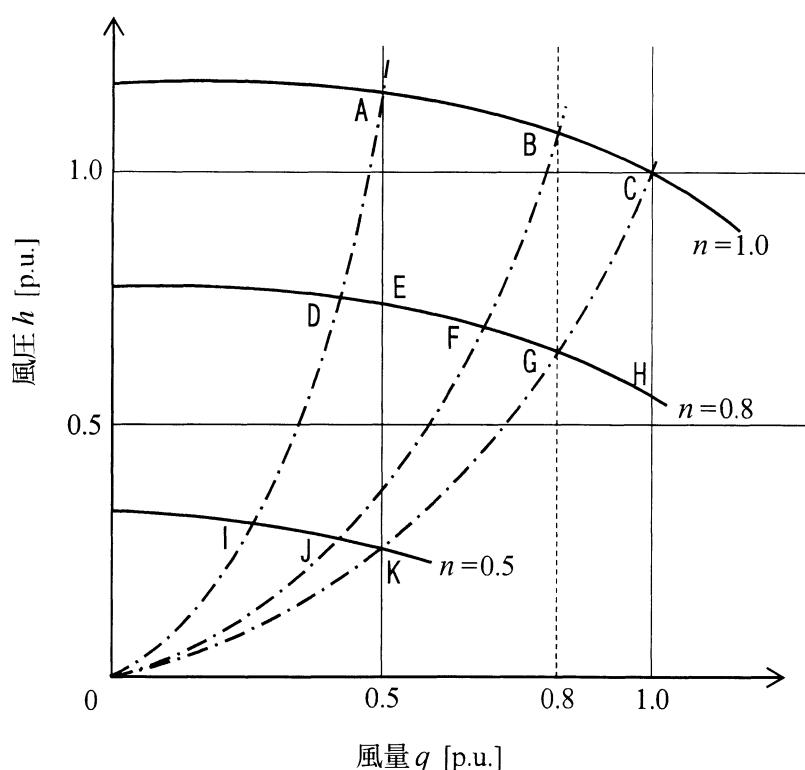

図2 送風機の風圧-風量特性、送風抵抗曲線
ここで、 $h$ は風圧、 $n$ は回転速度、 $q$ は風量、 $r$ は送風抵抗、 $\eta$ は送風機効率であり、いずれも送風機定格点での値で正規化した(p.u.で表した)ものである。図2に、①式及び②式で与えられる送風機の風圧-風量特性、及び送風抵抗曲線を表す。
吐き出しダンパを開度制御して定格風量の 80 % で運転する 10 時間においては、図 2 中の動作点 6 で運転している。このとき、 $h = 1.15$  [p.u.]、 $\eta = \boxed{A} \boxed{a.bc} \times 10^{-1}$  [p.u.]、送風機軸入力  $p = 0.960$  [p.u.] となる。